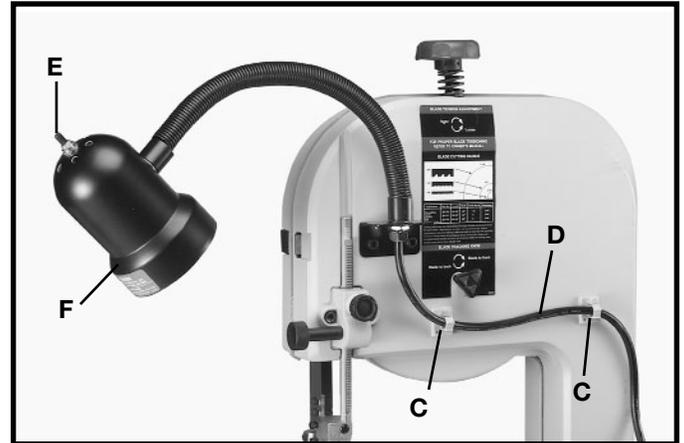

Fig. 13A
2. Pelez le revêtement des colliers de cordon (C) fig. 13A, et collez un collier à chaque endroit indiqué. Disposez le cordon de la lampe de manière à ce qu'il ne gêne pas au niveau de la lame. Ensuite, installez le cordon (D) dans les colliers (C), comme l'illustre la figure 13A.
3. La lampe à col-de-cygne flexible fonctionne indépendamment de la scie à ruban. Pour allumer ou éteindre la lampe, tournez l'interrupteur (E) fig. 13A.